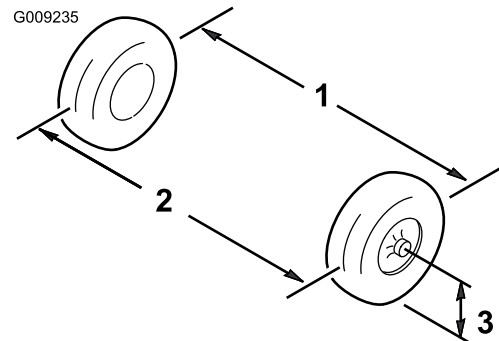

Figure 47
1. Mesurez la distance entre les roues avant à hauteur d'essieu, à l'avant et à l'arrière des roues (Figure 47).